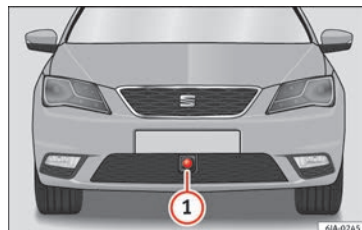

Bild 189 På den främre stötfångaren: radarsensor
» bild 189 ①. Denna sensor kan upptäcka framförvarande fordon på ett avstånd på upp till ca 120 m.